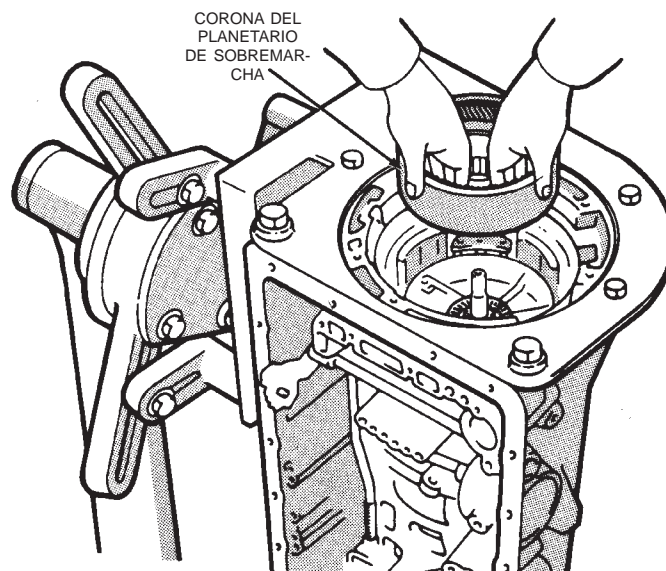

Fig. 165 Instalación de la corona del planetario de sobremarcha
(65) Instale la corona del planetario de sobremarcha en el soporte (Fig. 165).